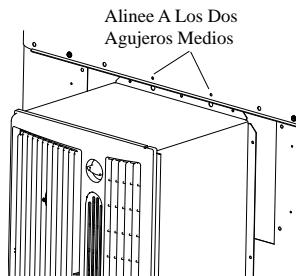

Fig. 11
- Inserte el reborde del conducto entre el panel delantero y la tapa. Alinee los dos agujeros más grandes en el conducto con los dos agujeros de centro de la tapa. (Véase Fig 11).